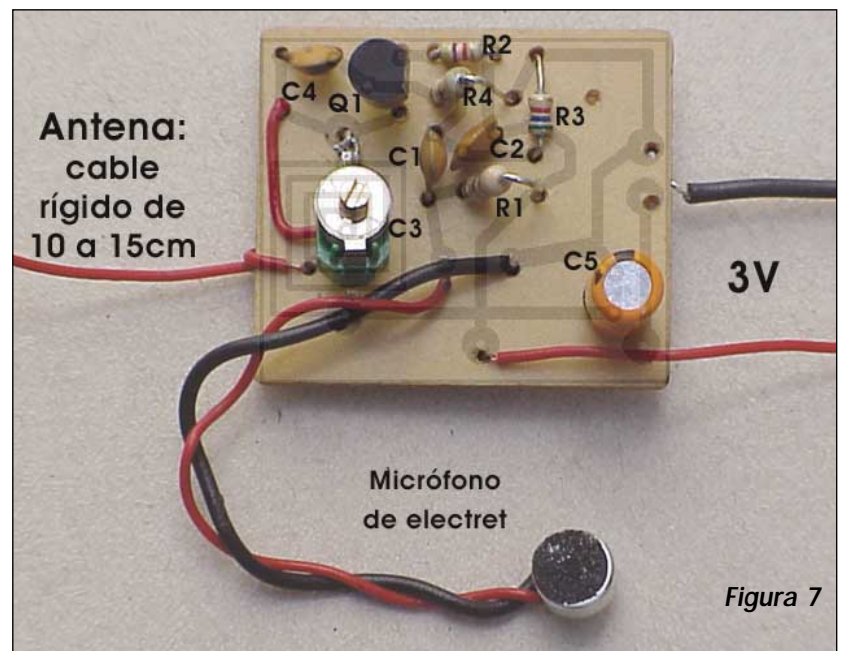
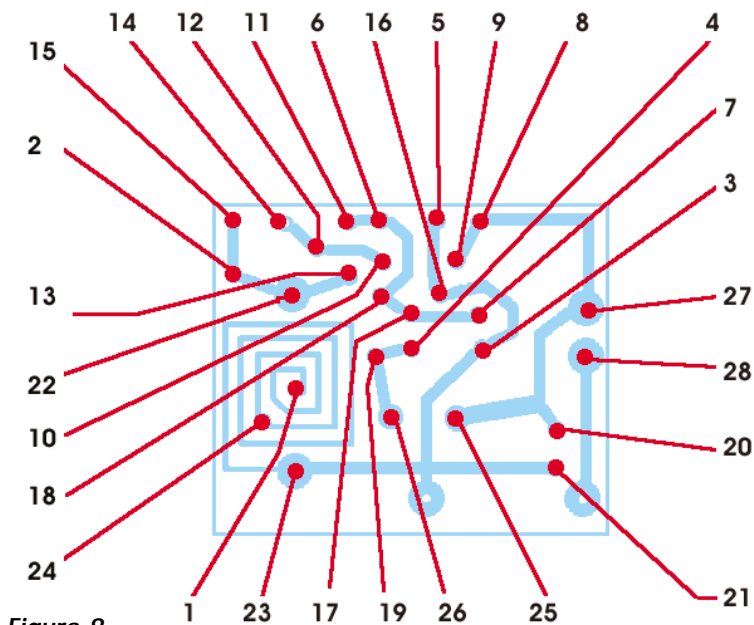

Figura 7
Figura 8
réntesis entre los cuales el lector debe marcar una "X" en cada operación que queda lista. Antes del armado, le recomendamos que vea atentamente la foto ampliada de la figura 7, luego, seguirá la secuencia de armado, basándose en los números de la figura 8.
() Comience el montaje: suelde el puente, que consiste en un pedazo de cable rígido con las puntas peladas, una los dos puntos indicados con (1) y (2) en la placa de circuito impreso de la figura 8. Cuidado que ningún pedazo del puente quede sin cubrir con la capa plástica.
() A continuación, suelde el transistor, observe bien en qué posición, o sea, de qué lado queda la parte achatada, porque si estuviera invertido, el aparato no funcionará. El transistor deberá ser soldado en los puntos 11, 12 y 13 de la placa, según se muestra en la figura 8.